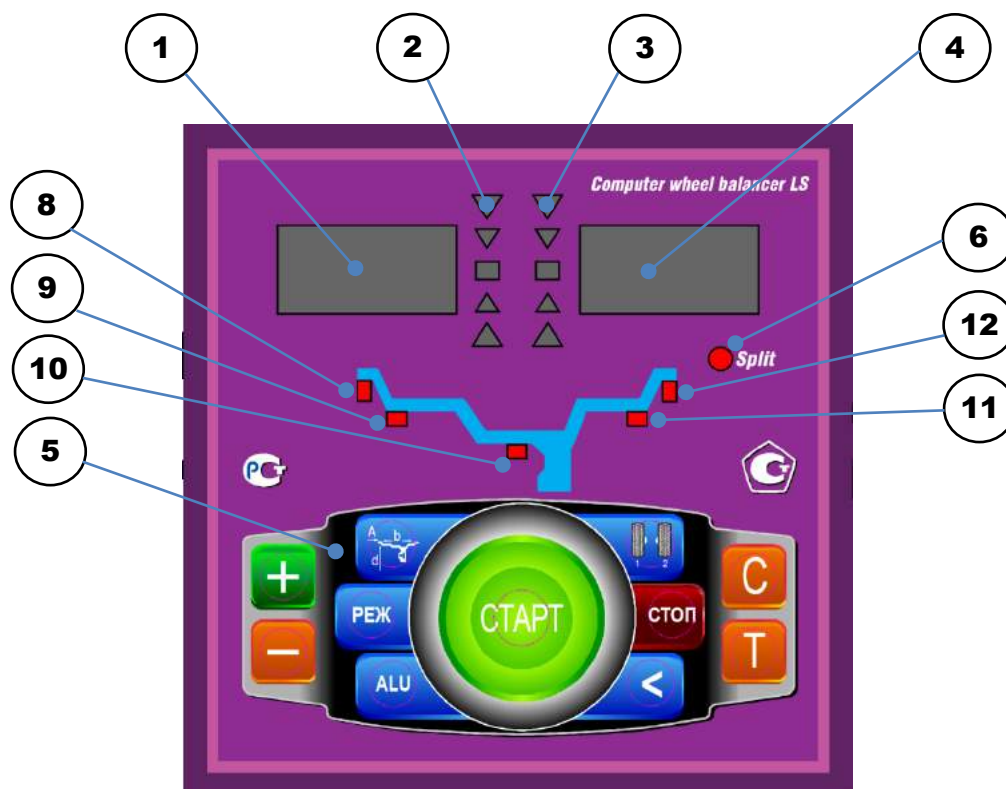

рис.8.1.
8.1. Общий вид лицевой панели показан на рис. 8.1.
При выдвигении штанги на индикаторах 1 (рис. 8.1) отображается значение параметра "А". Значение параметра "d" отображается на индикаторах 4.
Для ввода ширины нажмите кнопку "+" или "-" на индикаторах 1(рис.8.1) высветится "-b-", а на индикаторах 4 значение ширины диска. Через 2-3 сек после установки ширины индикаторы в режим отображения текущего дисбаланса.
Дважды нажать кнопку "A, d, b", после чего на индикаторах 1 (рис.8.1) загорается символ "A", а на индикаторах 4 исходная величина дистанции. Нажимая кнопки "-" и "+" установить на индикаторах 4 требуемую величину дистанции. Через 2-3 сек после установки дистанции показания на индикаторах 1 и 4 возвращаются к отображению текущего дисбаланса, а кнопки "-" и "+" возвращаются в режим ввода ширины обода.
11.1. Переключение схем ALU1-ALU5 осуществляется последовательным нажатием кнопки "ALU" при этом схема установки грузов отображается загоранием соответствующих светодиодов 8-12 (рис.8.1), кроме того, на индикаторах 1 отображаются символы ALU, а на индикаторах 4 номер 1-5. Через 2-3 сек. после установки требуемой программы ALU индикаторы 1-4 переходят в режим отображения дисбаланса.
12.3. Для входа в программу Split удерживайте кнопку РЕЖ, до того, как загорится светодиод 6 (рис.8.1) и на индикаторах 1 загораются символы "SPn", означающие, что необходимо ввести число спиц обода колеса, подлежащего балансировке. При этом на индикаторах 4 загорается цифра 5. Если число спиц колеса отличается от 5, кнопками "-" и "+" установить на индикаторах 4 фактическое число спиц колеса.
12.4. Запустите СБ. После остановки вала установите любую спицу обода колеса вертикально вверх (на 12 часов) и нажмите кнопку С. После чего, на индикаторе 1 и линейке 2 (рис.8.1) будут указаны величина и место установки корректирующего груза на внутренней плоскости.
Эта функция обеспечивается тем, что каждый раз при вводе новых геометрических параметров и установке требуемой программы ALU, предыдущее состояние запоминается. Для перехода от одного набора параметров к другому необходимо нажать кнопку "1-2". Визуальный контроль того, какие параметры установлены в данный момент, осуществляется нажатием "A, d, b" на индикаторах 4 (рис.8.1) будут последовательно отображены, установленные в данный момент диаметр, ширина обода и дистанция.
14.1. При включении тумблера питания СБ на индикаторах 1 (рис. 8.1) высвечивается трёхзначное число - номер версии программного обеспечения. Через 2-3 сек на индикаторах 1 и 4 должны загореться нули, кроме того должны загореться светодиоды 8 и 12, что свидетельствует о включении режима стандартной балансировки с установкой на обеих плоскостях коррекции грузиков на пружинках. На линейках 2 и 3 (рис. 8.1) должны загореться центральные светодиоды.
14.2. При включении СБ программа измерения дисбаланса настраивается таким образом, что дисбаланс менее 8 г (заводская установка для легкового режима) на любой плоскости коррекции не показывается, в этом случае на индикаторах 1 и 4 (рис. 8.1) высвечиваются "0". Минимальный дисбаланс отображающийся на индикаторах 1 и 4 равен 8г. Дисбаланс, превышающий 8г, округляется до величины кратной 5, т. е. дисбаланс 9, 10, 11 и 12 г отображается цифрой 10, дисбаланс 13, 14, 15, 16 и 17 г - цифрой 15 и т. д. Для просмотра неокруглённого значения дисбаланса или дисбаланса менее 8г. необходимо нажать кнопку "<", при этом на индикаторах 1 и 4 на 2-3 сек высвечиваются фактические значения дисбаланса, определённые в данном запуске.